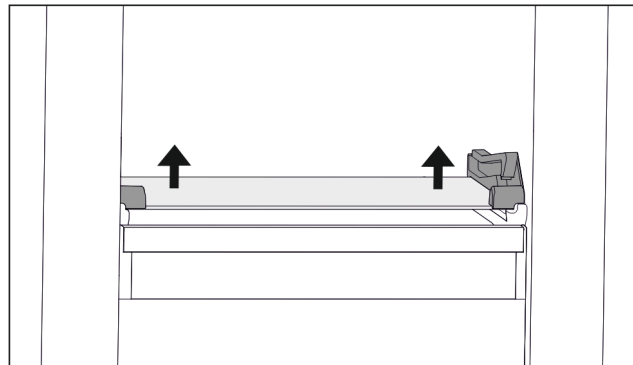

Fig. 131 Steklena plošča nagibnega predala
- ▶ Stekleno ploščo na obeh straneh potisnite od spodaj navzgor. (glejte Fig. 131)